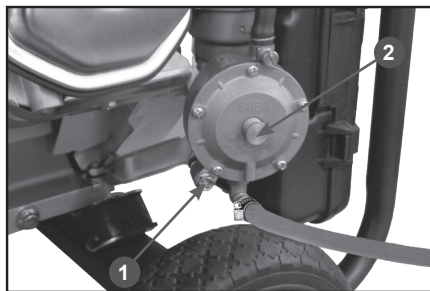

Рис. 14 Редуктор газовый генератора
3. Слейте остатки бензина с карбюратора. Приготовьте подходящую емкость и поместите ее под газовый редуктор генератора. Открутите болт 1 на газовом редукторе генератора (Рис. 14) и слейте бензин в подготовленную для этого емкость. Закрутите болт для слива бензина.
На Рис. 14 показан один из вариантов газового редуктора, где для слива топлива из карбюратора нужно откручивать болт. На генераторе также может быть установлен газовый редуктор, где для слива топлива из карбюратора предусмотрен топливный кран. В этом случае, для слива топлива из карбюратора переведите рычаг топливного крана в положение ON (Открыто). После слива топлива из карбюратора переведите рычаг топливного крана в положение OFF (Закрыто).
6. Нажмите кнопку 2 на корпусе газового редуктора генератора и держите её примерно 3-5 секунд (Рис. 14).